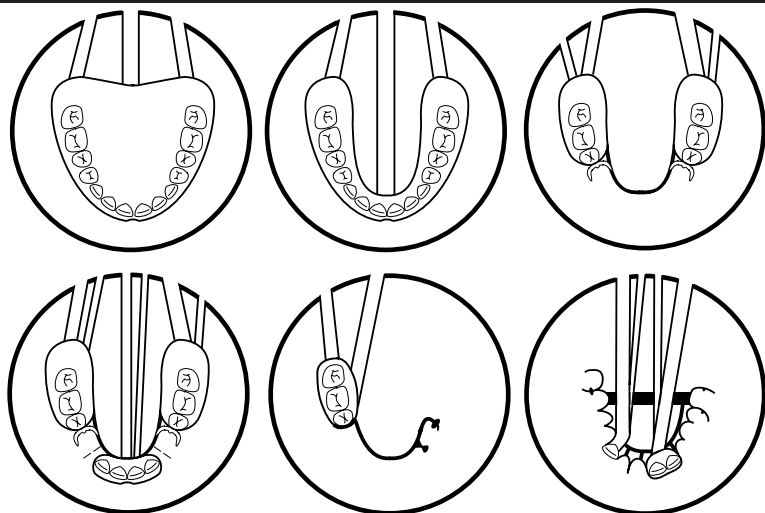

Figura 1. Tecniche di colata
**RIVESTIMENTO E COLATA IDROCOLLOIDALI** – Incorporare un cono sottile nella base del modello per facilitare la rimozione dall'idrocolloide. Rastremare il modello in modo tale che la base sia la più larga. **Immergere il modello di gesso lucidato in acqua melmosa (soluzione satura di calcio solfato diidrato) per 10–20 minuti prima di colare lo stampo idrocolloidale.** Non utilizzare \*Cetylclide-G® nella soluzione. Seguire le istruzioni del produttore relative alla preparazione e all'utilizzo del prodotto idrocolloidale e della muffola selezionati. Praticare fori di colata nel rivestimento idrocolloidale come mostrato in Figura 1. **IMPORTANTE:** nella produzione di protesi parziali ciascuna area di acrilico deve avere due canali di colata per evitare l'intrappolamento dell'aria.